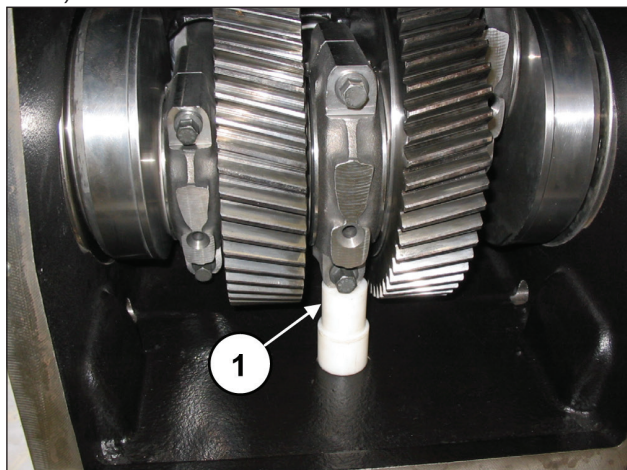

图 85
将一个垫块插入中央连杆柄下，以阻止曲轴的旋转 (①，图 85)。